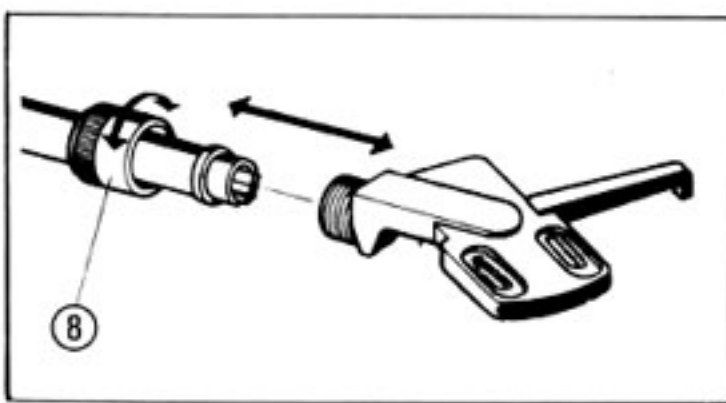

Fig. 5
- Mutter ⑧ lösen und Tonkopf nach vorn abziehen (Fig. 5). Tonabnehmer durch Lösen der zwei Befestigungsschrauben ⑩ abnehmen.